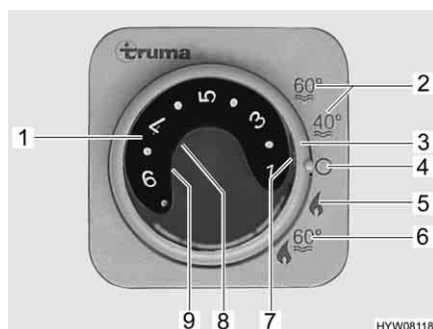

Fig. 84 Centralina di controllo per riscaldamento/boiler
- Impostare la modalità di funzionamento tramite l'interruttore girevole (Fig. 84,3).
A seconda della temperatura ambiente desiderata, il riscaldamento seleziona automaticamente il livello del bruciatore necessario. Al raggiungimento della temperatura ambiente desiderata, il bruciatore si spegne. Durante la modalità di funzionamento "Riscaldamento e boiler" (Fig. 84,6) è riscaldata anche l'acqua nel boiler. Nella modalità di funzionamento "Riscaldamento senza boiler" (Fig. 84,5) è possibile far funzionare il riscaldamento con il boiler vuoto.
- Impostare la manopola della temperatura (Fig. 84,1) sulla centralina di controllo scegliendo la potenza desiderata.
- Posizionare l'interruttore girevole (Fig. 84,3) su funzionamento invernale "Riscaldamento senza boiler" (Fig. 84,5) o "Riscaldamento e boiler" (Fig. 84,6).
Si accende la spia verde di controllo (Fig. 84,7).
- Posizionare l'interruttore girevole (Fig. 84,3) su "O" (Fig. 84,4).
La combinazione funzionamento a gas e funzionamento elettrico a 230 V diminuisce il tempo di riscaldamento (è possibile solo se il riscaldamento viene impostato sulla centralina di controllo (Fig. 84) su funzionamento invernale).